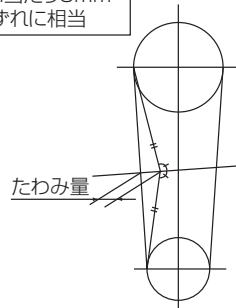

図2
3. ベルトがプリーになじんだ後、(運転後24~28時間以後)図2の適正張りに調整することをお奨めします。